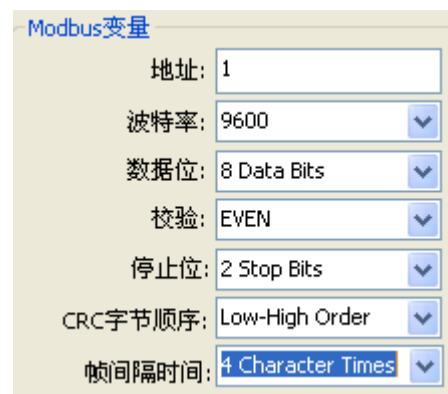

图 5.50 Modbus 数帧间隔时间选择
1. 选择“详细设计”->“Modbus 变量”->“帧间隔时间”对应的下拉框中，间隔时间范围为 4~10，如图 5.50 所示：